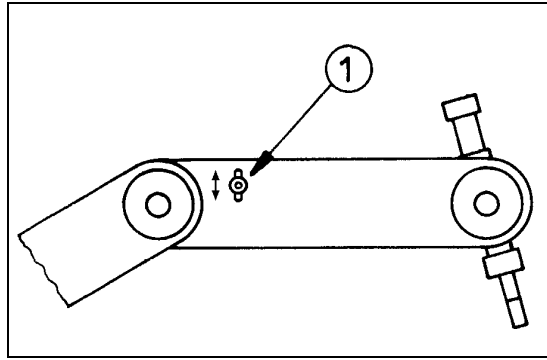

Figura 16: Ajuste de correas del antebrazo
- La Figura 16 muestra cómo apretar las correas en el antebrazo que mueven los ejes de la pinza (inclinación y giro). Afloje los dos tornillos (1) que retienen el eje de tensión. Presione hacia abajo sobre el eje y reajuste los tornillos.